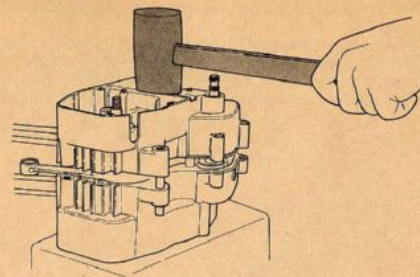

FIG. 43 Chiusura motore
- 7) **MONTARE** una nuova guarnizione centrale, oliare tutti gli alberi, sovrapporre il semicaratter lato volano e battere non violentemente con un martello di legno-cuoio o plastica in modo uniforme sino alla completa unione (fig. 43).